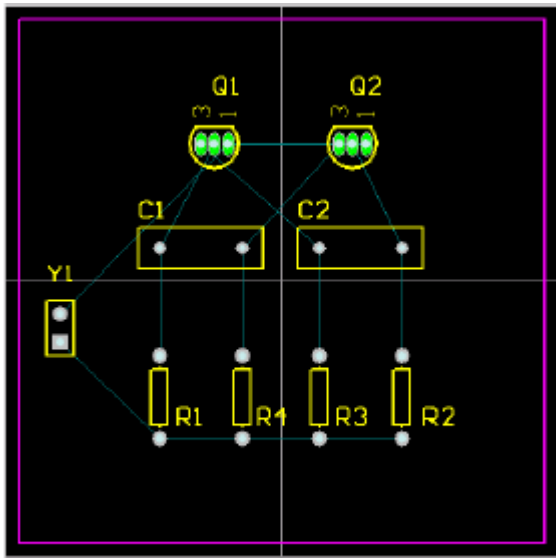

Figure 5. Components placed on the PCB
- 6、参照 Figure 5 所示放置其余的元件。当你拖动元件时，如有必要，使用 SPACEBAR 键来放置元件，这样飞线就如 Figure 5 所示。